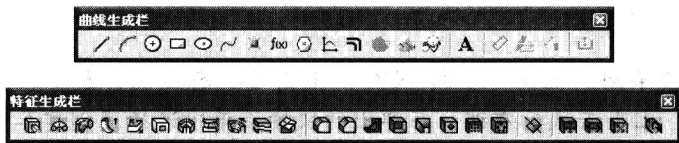

图1-7 【曲线生成栏】和【特征生成栏】
- 工具栏：在工具栏中，通过鼠标左键单击相应的按钮进行操作。各项工具栏可以自定义，界面上包括标准工具、显示工具、状态工具、曲线工具、几何变换、线面编辑、曲面工具、特征工具等几种常用的工具栏。工具栏中的每一个按钮都对应一个菜单命令，单击按钮和选择菜单命令的效果是完全一样的。图 1-7 所示为两个常用工具栏。